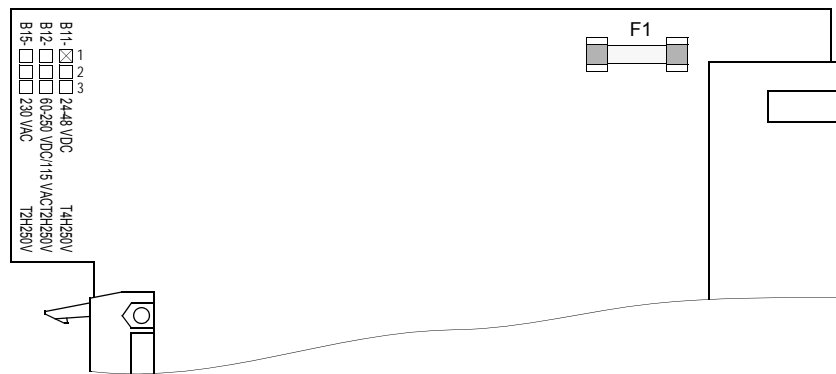

Рис. 8-11 Миниатюрный предохранитель источника питания платы центрального процессора CPU
- Наличие и исправность предохранителя в цепи питания (см. Рис. 8-11)? При необходимости замените предохранитель (см. Главу 8.6.2).
- Приготовьте предохранитель размером 5x20 мм. Проверьте соответствие номинальной мощности, временной задержки (Т) и обозначениям. Эти данные напечатаны на блоке (см. Рис. 8-11). Тип предохранителя зависит от напряжения питания. Например, предохранитель "Т4Н250V" в соответствии с МЭК 60127-2 используется для напряжения 24 - 48 В (см. Таблицу 8-1).
- Выньте неисправный предохранитель из гнезда (Рис. 8-11).